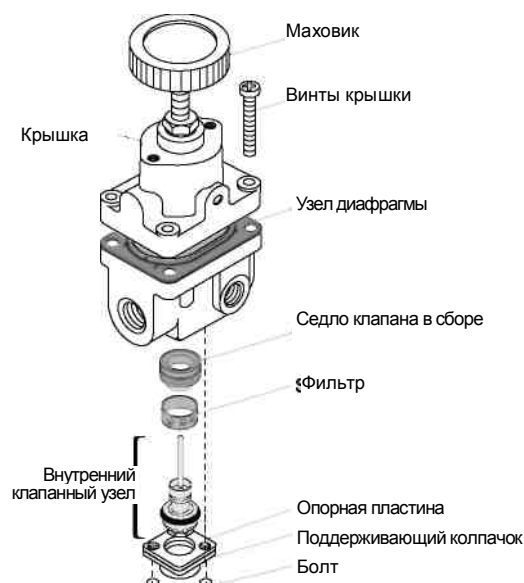

Рисунок 3. Модель 30/30BP Подробный чертёж
3. Снимите внутренний клапанный узел. Для дальнейшей информации смотрите Рисунок 3.
5. Осторожно поставьте внутренний клапанный узел на место. Для дальнейшей информации смотрите Рисунок 3.